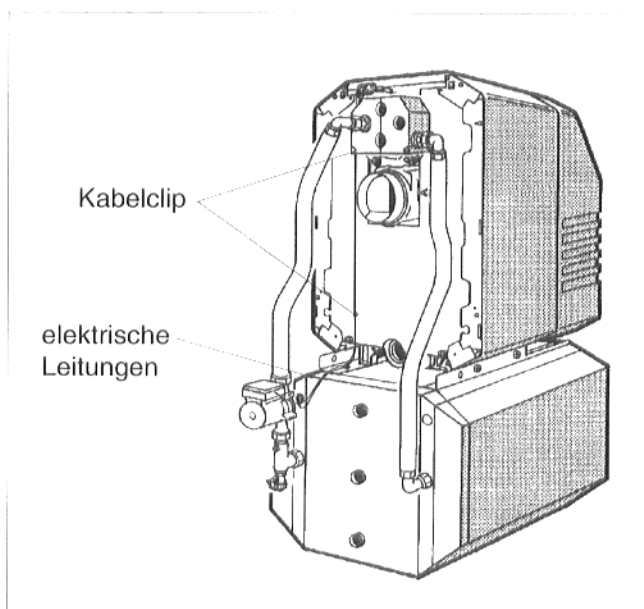

Abb. 10
- Kabelclips in die Rückwand des Heizkessels einsetzen (Abb. 10).
- Brauchwassertemperaturfühlerleitung und Pumpenanschlußleitung sorgfältig verlegen und in die Kabelclips einrasten (Montageanweisung Kessel bzw. Speicher; Abb. 10).